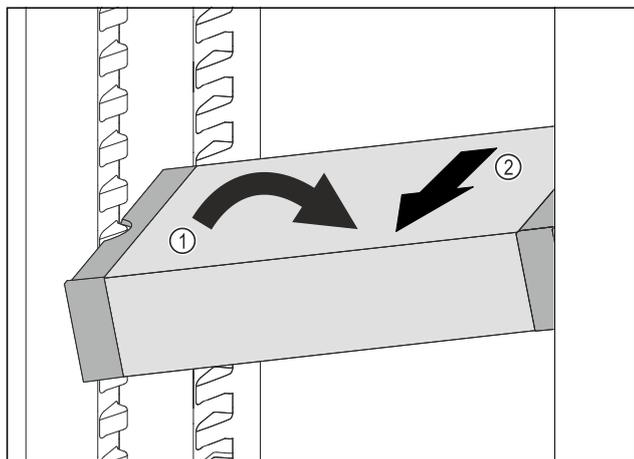

Fig. 132
- ▶ Poziționați oblic VarioSafe în frigider. Fig. 132 (1)
- ▶ Extrageți VarioSafe spre înainte. Fig. 132 (2)